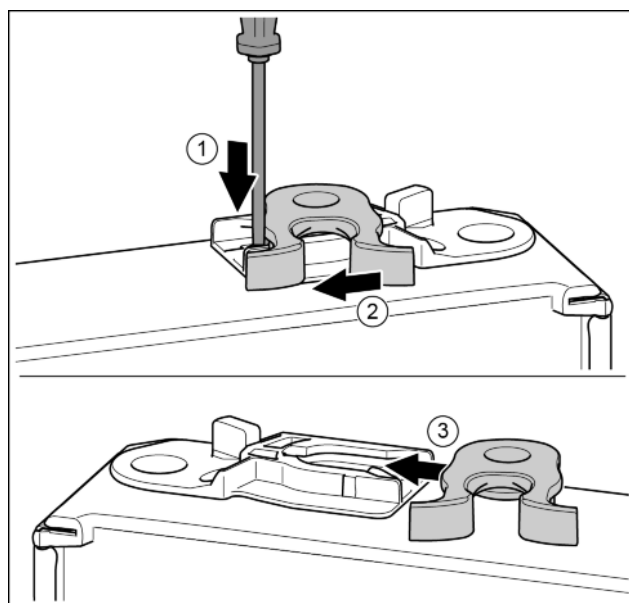

Fig. 19
- ▶ Apăsați în jos eclisa cu șurubelnița plată. *Fig. 19 (1)*
- ▶ Trageți cârligul de închidere din ghidaj. *Fig. 19 (2)*
- ▶ Împingeți pe partea opusă cârligul de închidere în ghidaj. *Fig. 19 (3)*